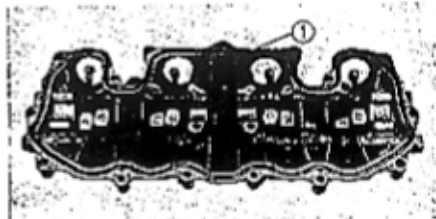

Fig. 3-10 Ordine di serraggio dei bulloni del coperchio della testa.
2. Serrare i bulloni di fissaggio del coperchio testa nell'ordine indicato in fig. 3-10. Coppia prescritta = 0,7-1,2 kgm.